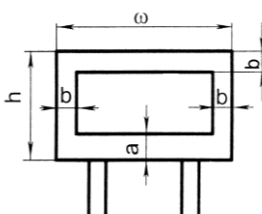

Рис. 5.8
5.14. Прямокутний дорожній показчик розмірами w і h (рис.5.8) виготовлено з металічного листа постійної товщини. Площа поля, яка вміщує зображення, має складати S . З нижнього боку показчик має поле a , з трьох інших – b . Знайти значення w і h , при яких для виготовлення показчика потрібна мінімальна кількість листового матеріалу.